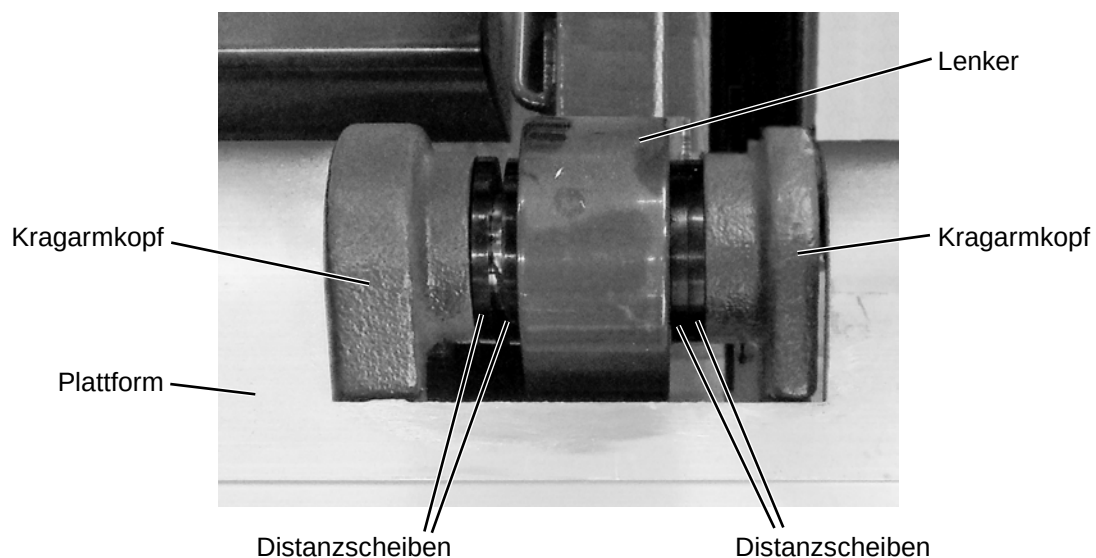

Abbildung 33: Distanzscheiben
- ▶ Verbolzen Sie die Kragarmköpfe der Plattform mit den Lenkern des Torsionsrahmens. Setzen Sie die **mitgelieferten** Distanzscheiben ein, um die Plattform mittig an den Aufbau auszurichten (siehe Abbildung 33).